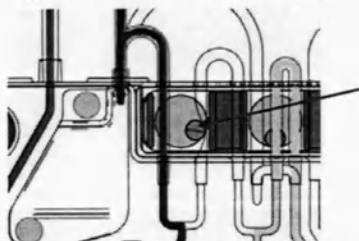

Рисунок 7-3: Клапан эритроцитов в положении возврата (на рисунке показан комплект для обмена)
- 3 Убедитесь, что клапан эритроцитов находится в положении возврата (рис. 7-3), в противном случае жидкость не будет стекать.